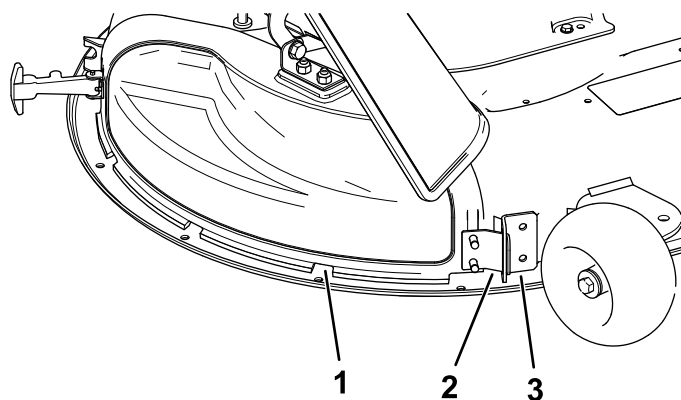

**Figura 12**
3. Solte o trinco flexível do fixador do trinco na cobertura de descarga e rode a cobertura de descarga para a direita (**Figura 12**).
6. Prenda a cobertura de descarga à plataforma encaixando o trinco flexível na cobertura de descarga no retentor na plataforma (Figura 12).